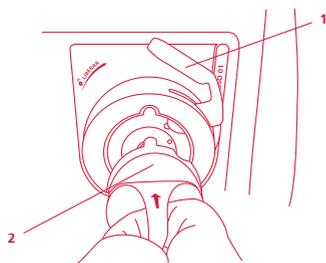

Figura 27 - Acessório de autoteste.
1. Insira o acessório de autoteste no equipamento (Figura 27);